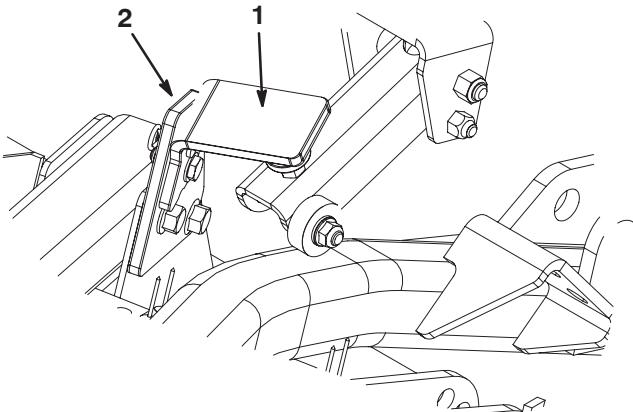

Figure 80
2. Retirez la goupille fendue et l'axe de chape qui fixent le verrou de transport à la plaque de verrou (Fig. 80). Faites pivoter le verrou vers l'arrière du plateau.